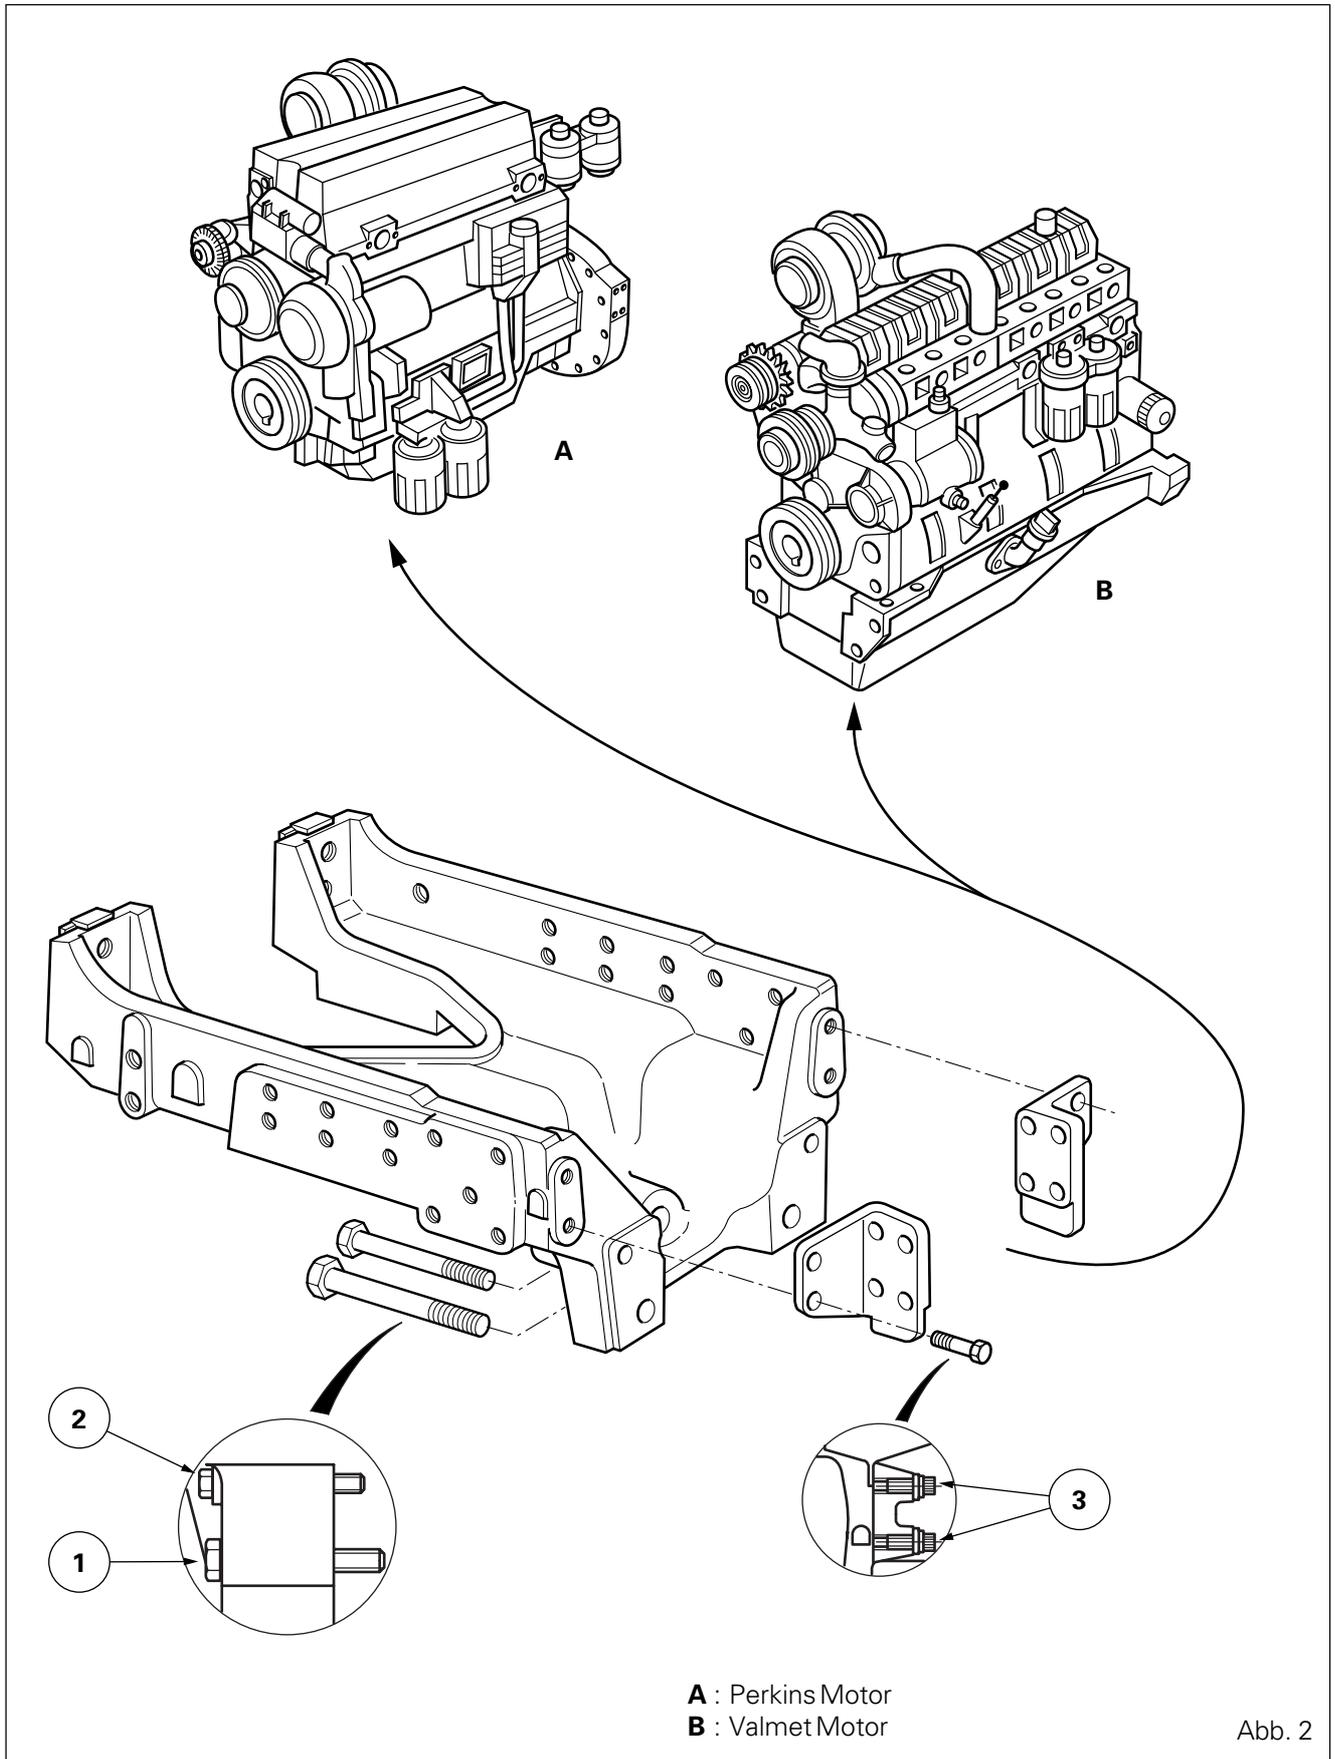

Abb. 2
15. Auf dem vorderen Untersatz des Motor ist die Schraube (3) zu entfernen (Abb. 2 - 3). Als Ersatz zwei Führungsstifte ausreichender Länge einschrauben.
18. Mit dem Ausbau der anderen Befestigungsschrauben (1) (2) (3) (Abb. 2 - 3) des vorderen Rahmens am Motor fortfahren.
21. Die Führungsstifte entfernen. Die Schrauben (Abb. 2 - 3) mit folgendem Drehmoment anziehen: